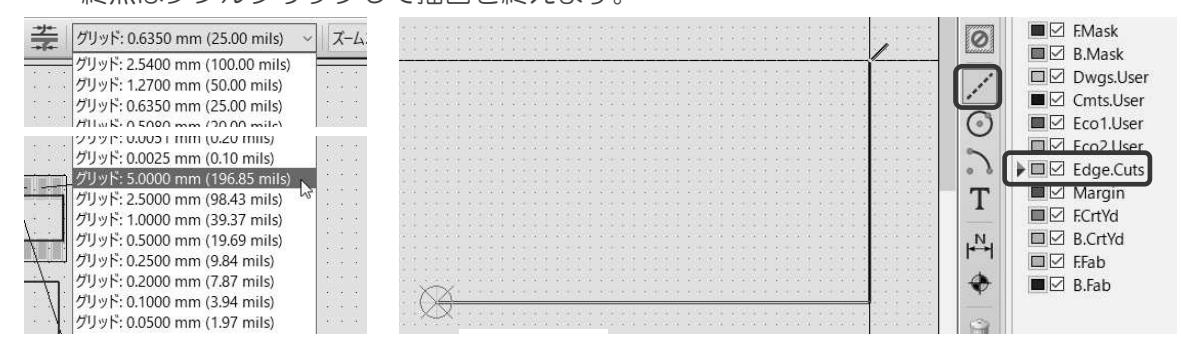

図 10-4
① グリッドを 5.0000mm(196.85mils) にします。図 10-4-(a)
② 右ツールバー 「図形ラインを追加」を選択します。図 10-4-(b)
③ レイヤー「Edge.Cuts」を選択します。図 10-4-(b)
④ 作業原点を始点として 1 辺 25mm の正方形を描きます。図 10-4-(b)